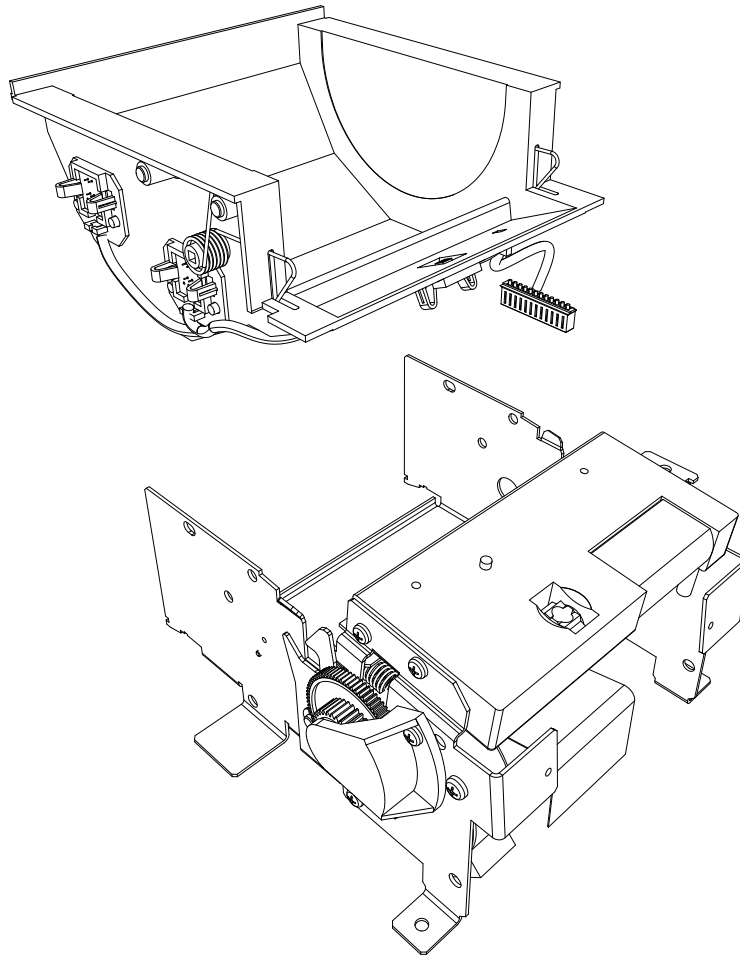

Рисунок 15. – Отсек бумаги снят
- ◆ Снимите отсек бумаги (см. рисунок 15).